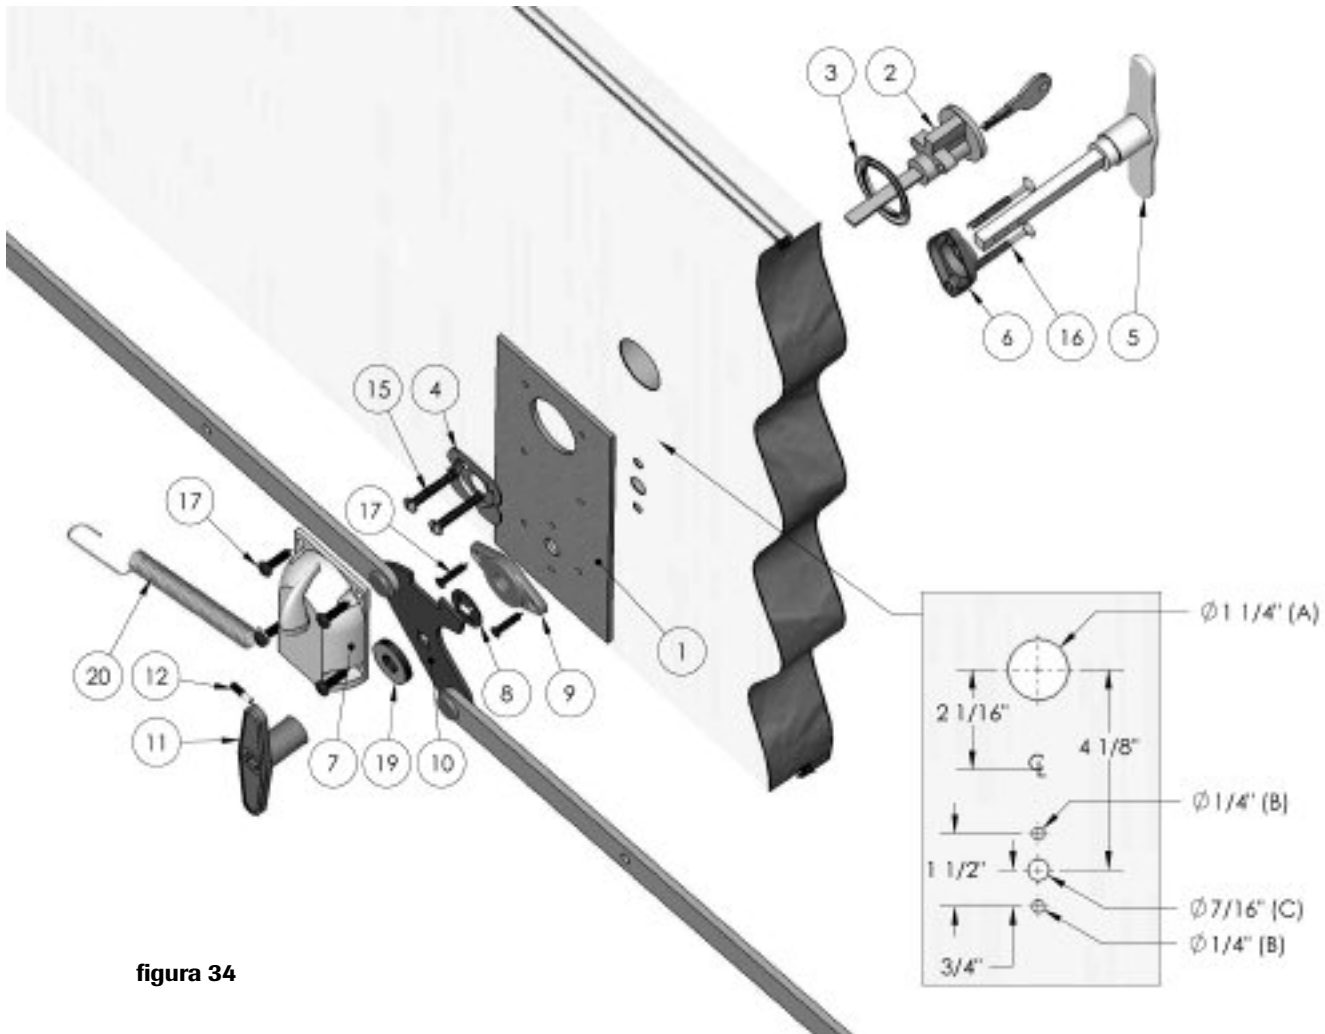

figura 34
2. Use la figura 34 como referencia. Marque la localización de los cuatro agujeros en el panel para A (barril), B (tornillos) y C (manija);
4. Deslice el tambor (2) en la pieza (3) e insértelo en el agujero A (los dientes de la llave deben estar señalados hacia arriba y el agujero de la llave debe estar en la parte inferior del tambor (2));
5. Posicione la placa de acero (1) en el lado interior del panel;
6. Desde el interior del panel, inserte la pieza (4) en el agujero A colocando la parte redonda hacia abajo;
7. Inserte los tornillos No. 10 de $1 \frac{1}{2}''$ de longitud (15) en la pieza (4), alinéelos en los agujeros del tambor exterior (2) y atorníllelos (asegúrese de que la placa se encuentre bien alineada). Los tornillos (15) pueden ser recortados de acuerdo al espesor de la puerta;
8. Inserte el seguro interior (7) en el eje del barril exterior (2) y atorníllelo en la placa de acero (1) con cuatro tornillos de $\frac{3}{8}''$ (17) utilizando un destornillador para cabeza cuadrada. Asegúrese de insertar el tornillo inferior izquierdo en el extremo redondo del resorte (20) antes de atornillarlo;
9. Desde el interior del panel, asegure la pieza (9) sobre el agujero C con dos tornillos;
10. Deslice la manija exterior (5) en la pieza (6) e insértela a través del agujero C.
- 11.** Inserte los tornillos de 2 ½" de longitud (16) en los agujeros B, alinéelos con los agujeros de la placa de acero (1) y atorníllelos.
- 12.** Recorte el exceso de longitud de los tornillos (16) que sobrepase la placa de acero (1).